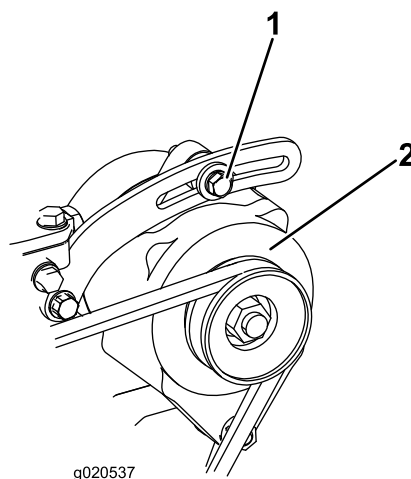

Figure 69
Vérifiez l'état et la tension de la courroie (Figure 69) toutes les 100 heures de fonctionnement.
2. Si vous n'obtenez pas une flèche de 10 mm, desserrez les boulons de fixation de l'alternateur (Figure 69). Augmentez ou diminuez la tension de la courroie et resserrez les boulons. Contrôlez de nouveau la flèche de la courroie pour vérifier si la tension est correcte.